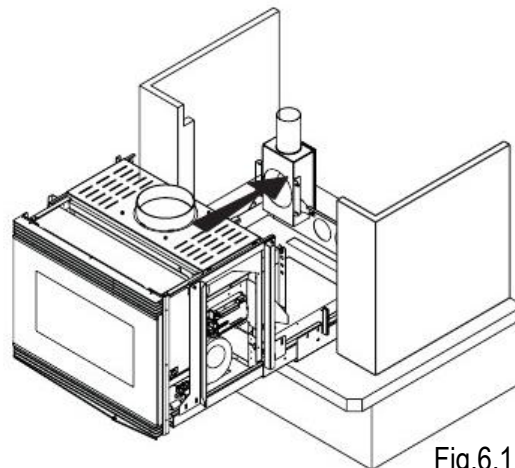

Fig.6.1.4
3. Remonter les glissières télescopiques et replacer le poêle sur le soubassement. (Fig.6.1.4)